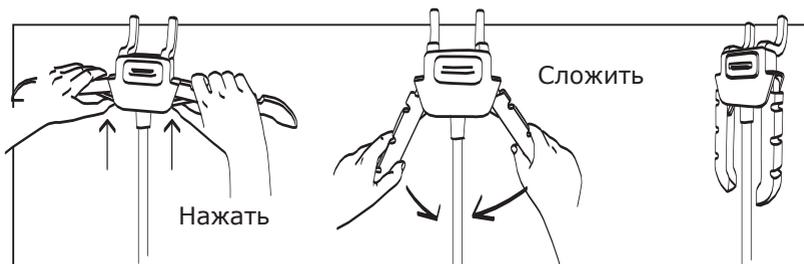

рис. 4
8.3 Для компактного хранения сложите вешалку для одежды. Для этого необходимо нажать на фиксаторы вешалки и опустить плечики вниз (рис.4).